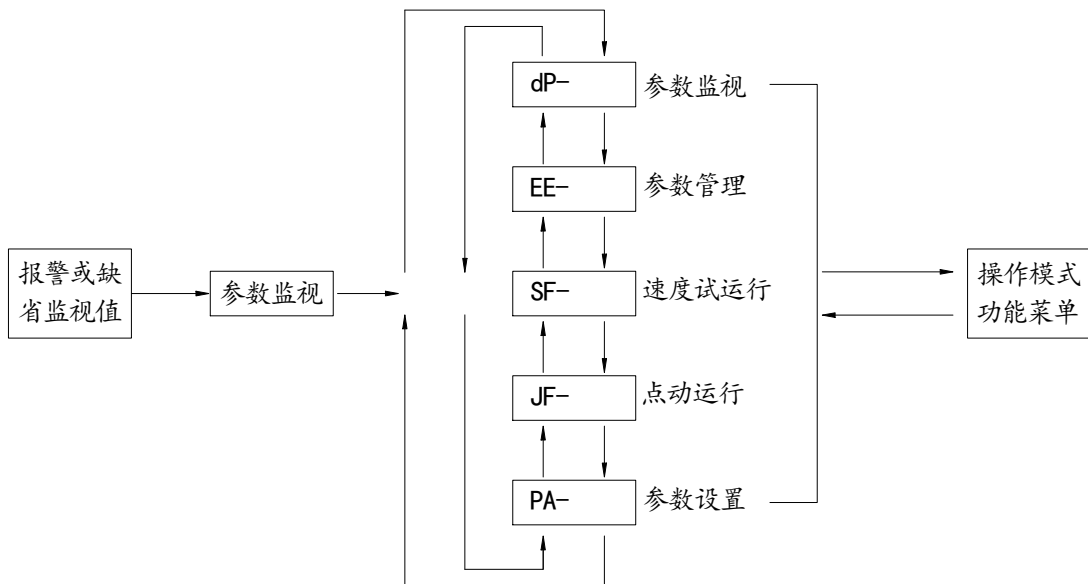

图 3-1 方式选择操作框图
3) 系统操作按多层操作菜单执行，第一层为主菜单，包括五种操作模式（如图 3-1 所示）；第二层为各操作模式下的功能菜单。